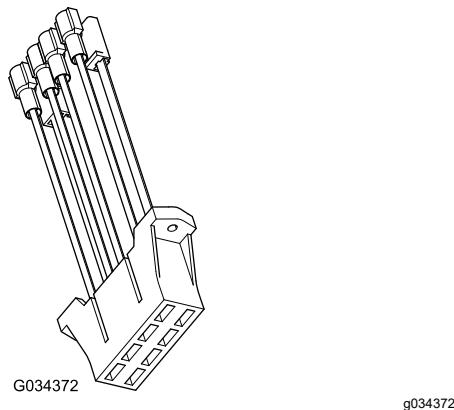

Bild 21
2. Wenn im Sicherungsblock der Maschine kein Schaltkreis frei ist, montieren Sie den Reservesicherungsblock (Bild 21) am Sicherungsblock der Maschine.